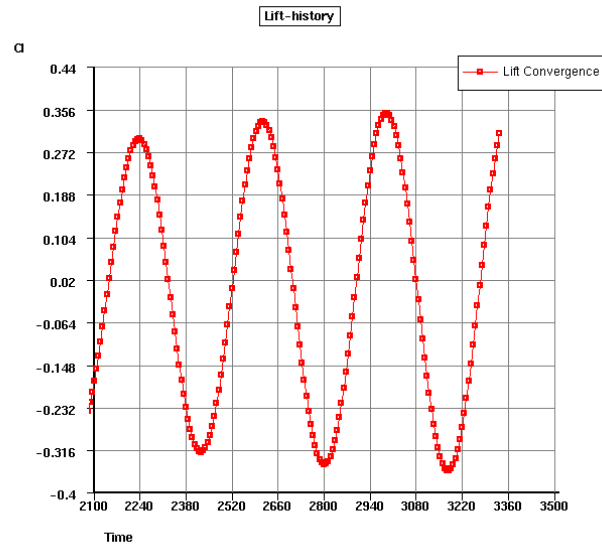

Figure 4.9.2: CL History
- (d) Click **Apply** to update the XYplot window (Figure 4.9.2).